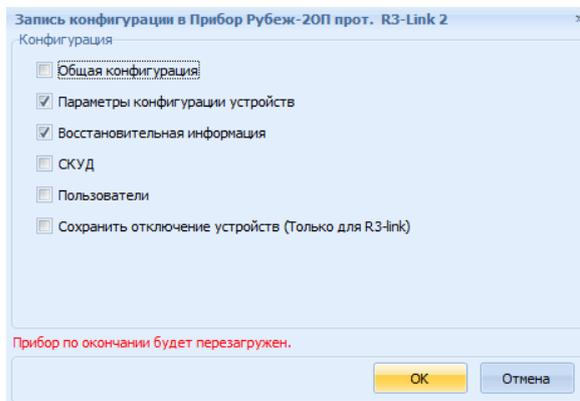

Рисунок 16.6 – Окно «Запись конфигурации в прибор», флажок «Восстановительная информация»
7) «Записать конфигурацию в устройство» (кнопка  панели инструментов) – записывается текущая конфигурация в выбранный прибор. При нажатии откроется окно «Запись конфигурации в Прибор», в котором следует выбрать способ записи конфигурации (рисунок 16.6):